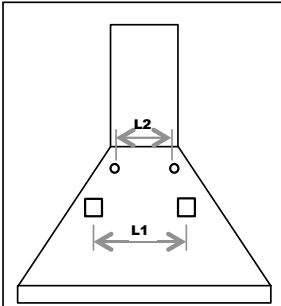

Fig. 5
- N.B.: I sistemi di fissaggio a) e b) si alloggiano sui retro della cappa nei fori L 1 (Fig. 5).